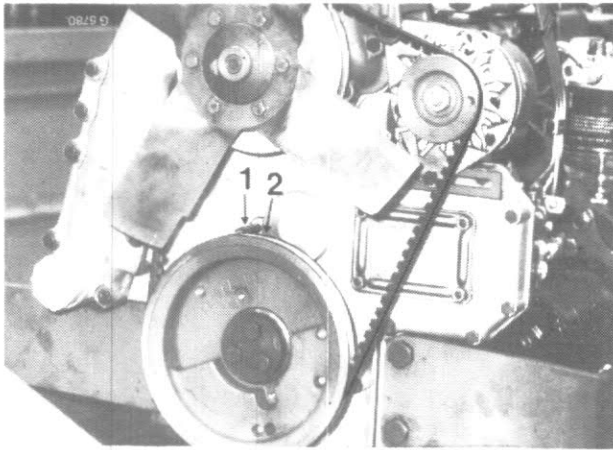
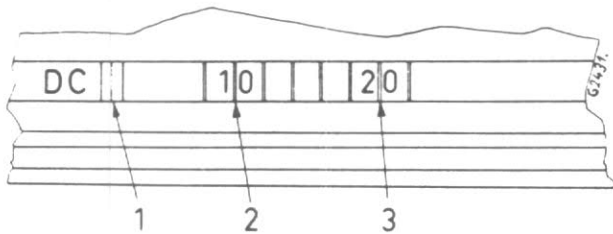

Figure 194
Figure 195
7. Lisez la graduation du contrôle statique sur la poulie du vilebrequin - voir Fig. 194 et Fig. 195 - et comparez avec les "Instructions techniques".
4. Tournez le vilebrequin dans le sens de la rotation de façon à amener l'indicateur de calage (1) Fig. 194, en regard du repère (2) sur la graduation.
5. Lisez la graduation sur la poulie avant comme le représente la Fig. 195.